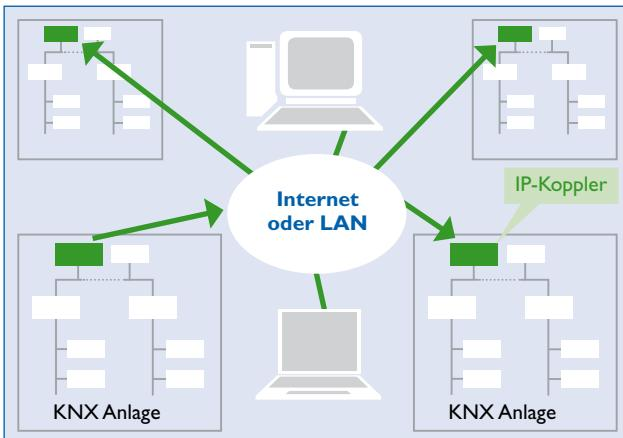

Bild 25. Routing
• **Routing:** Ziel ist die Weiterleitung von KNX Telegrammen über ein Ethernet (Bild 25). Telegramme werden hierbei einerseits zwischen KNX Twisted-Pair-Installationen hin und her geschickt, um z.B. zwei Anlagenteile über eine vorhandene Ethernet-Strecke zu verbinden.